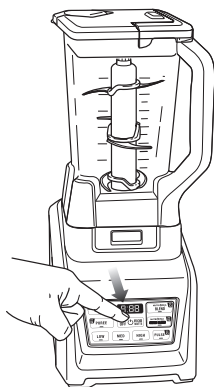

Fig. 7
- 9 Presione el botón de encendido para encender la unidad. Seleccione la velocidad o el programa AUTO-iQ^{MR} de acuerdo con sus necesidades. El programa AUTO-iQ^{MR} apagará el artefacto automáticamente al finalizar el programa. (Fig. 7)